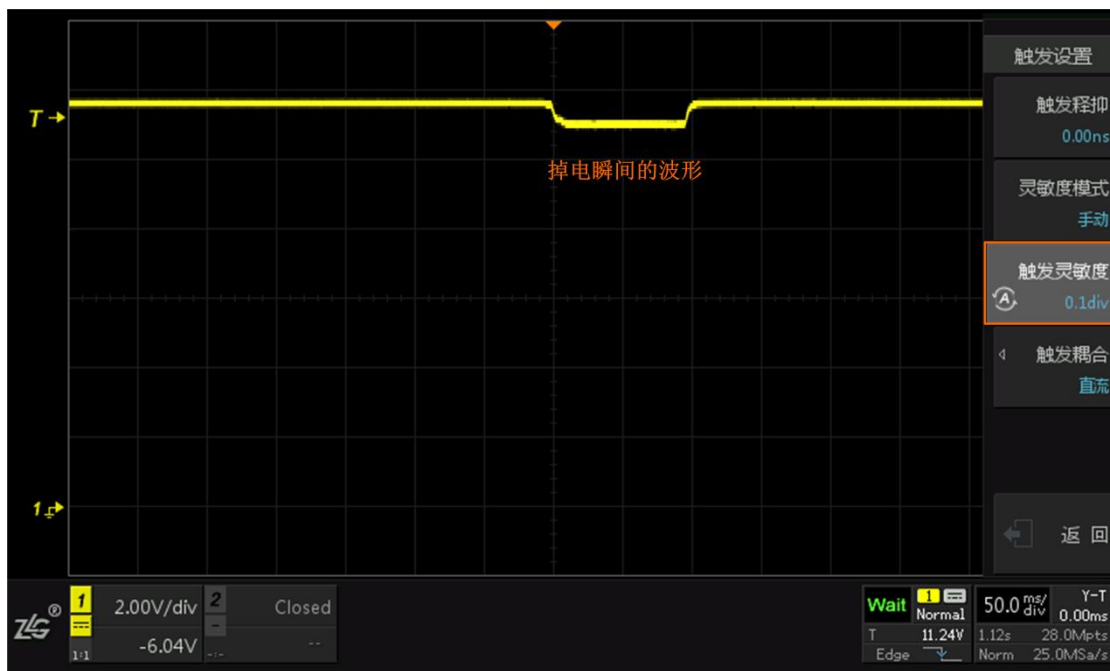

图 10-21 掉电波形稳定捕获
- 最后给电源进行掉电重启操作，在单次捕获【Single】的条件下，可看到掉电瞬间波形完美捕获，如图 10-21 所示。